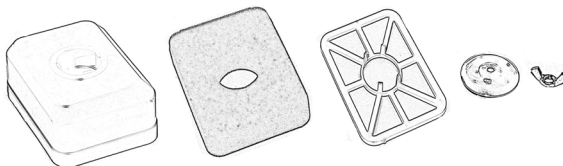

Figure 25
- Essorez délicatement le filtre et laissez-le sécher. Fig. 25.